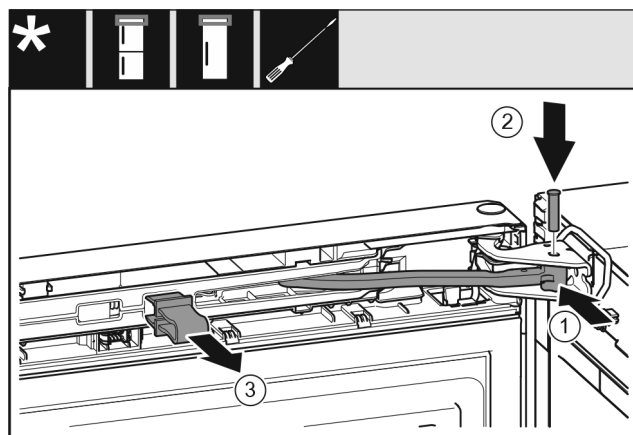

Fig. 52
- Otočte kloub Fig. 52 (1) ve stojanu ložiska.
- Vložte čep Fig. 52 (2) do stojanu ložiska a kloubu. Přitom dávejte pozor, aby byla zajišťovací vačka správně usazena v drážce.
- Pojistku Fig. 52 (3) vytáhněte.